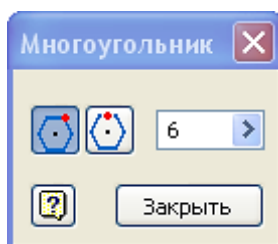

Рис. 3.15. Диалоговое окно «Многоугольник»
1. Постройте в плоскости X,Y шестиугольник с размером «под ключ» 46 мм. Для этого перейдите в режим выполнения эскиза. Выберите команду «Многоугольник». Появится диалоговое окно «Многоугольник» . Введите число сторон многоугольника 6 (рис. 3.15).